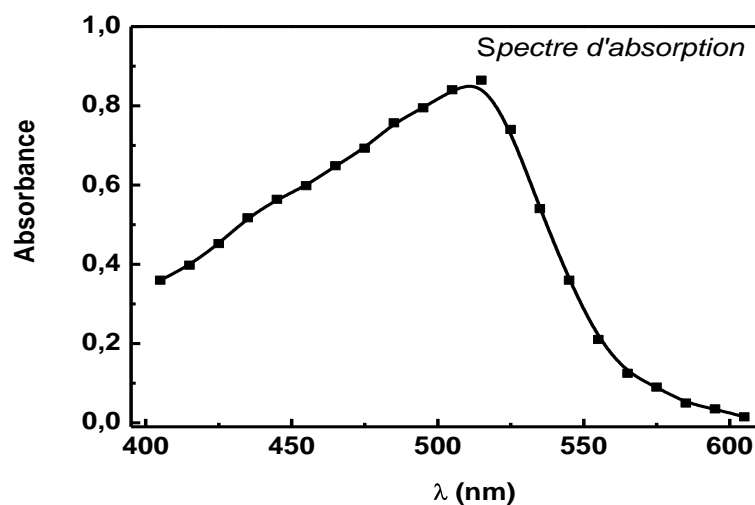

Figure 3 : spectre d'absorption du complexe fer-orthophenantroline
L'absorbance d'une solution de fer (II) complexé à l'orthophénantroline a été mesurée sur la gamme de longueur d'onde 405-605 nm. La courbe présentée en figure 3 a été obtenue.